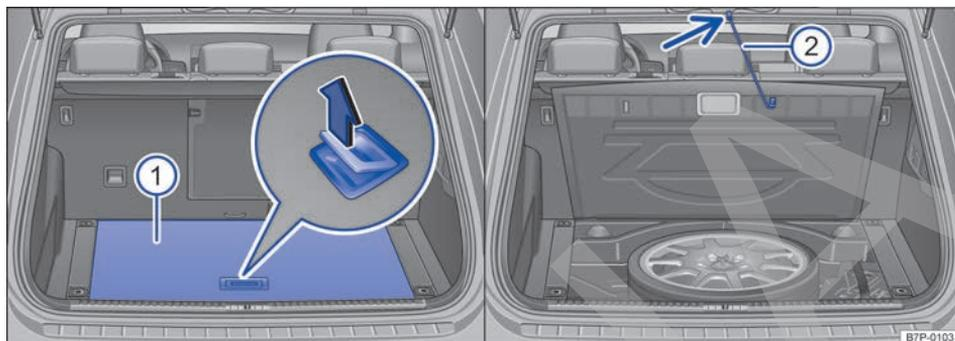

Fig. 201 En el maletero: abrir el piso del maletero.
- Tire del asidero → fig. 201 (imagen ampliada) del piso del maletero ① en el sentido de la flecha y levante el piso.
- Para sujetar el piso, desenganche la cinta de sujeción → fig. 201 de la parte posterior del piso del maletero y engánchela en el borde superior del maletero (flecha).
- Desenganche la cinta de sujeción → fig. 201 ② del borde superior del maletero (flecha).
- Enganche la cinta de sujeción → fig. 201 ② debajo del piso del maletero ① y baje el piso → ①.